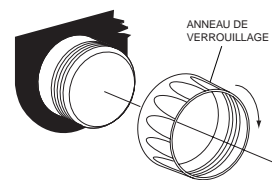

Figure 2
6. Serrez l'anneau de verrouillage sur la jauge en le tournant en sens horaire jusqu'à ce que la jauge soit serrée sur le tableau de bord. Serrez l'anneau de verrouillage **À LA MAIN SEULEMENT** (VOIR LA FIGURE 2).